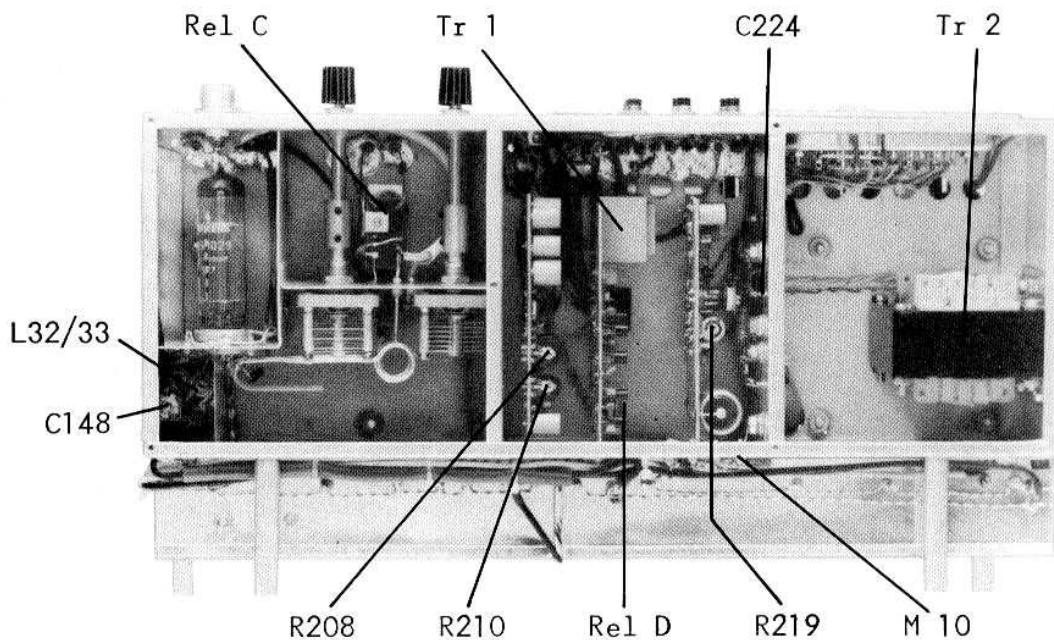

Bild 11 / Figure 11
2. Meßinstrument zwischen 23 V (graue Leitung) und Durchführungskondensator C 224 (Bild 11). Meßbereich 30 bis 50 mA.
2. Connect a milliamperemeter between 23 V (grey wire) and feed-through condenser C224 (Fig. 11). 30 to 50 mA range.
5. Modulationsgrad mit R 210 (Bild 11) nach Hüllkurve auf 99% einstellen.
5. Set modulation percentage to 99% with R 210 (Fig.11) serving the modulation envelope on the scope.